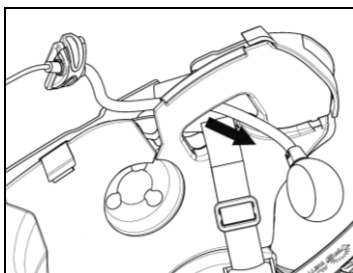
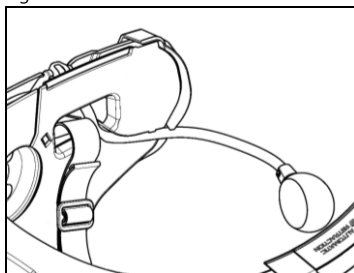

Fig. 12
Fig. 13
- Pasar el micrófono por la ranura (Fig. 12) y colocarlo en el respectivo alojamiento, introduciendo el brazo articulado del micrófono en la ranura de la armazón de enganche de la carrillera (Fig. 13).